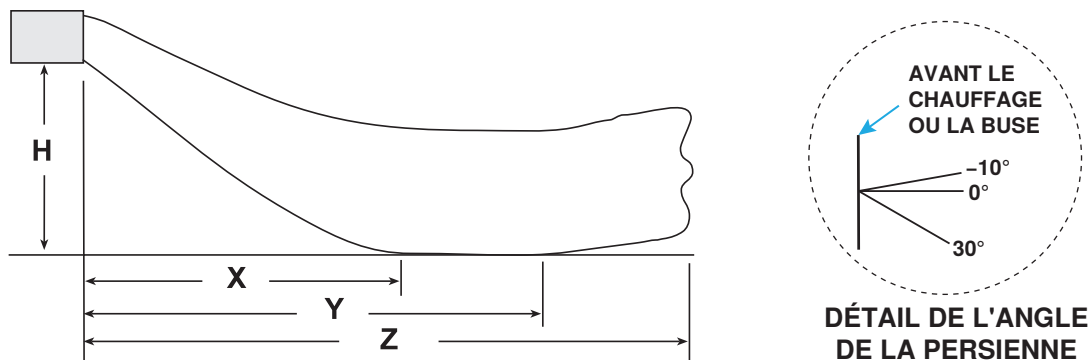

Figure 1. Projection de l'appareil de chauffage (reportez-vous au **Tableau 5**, **Tableau 6** et **Tableau 7**)
La **Figure 1** montre les modèles de projection et les **Tableau 5**, **Tableau 6** et **Tableau 7** répertorient les distances de projection pour les appareils de chauffage suspendus à différentes hauteurs de montage. La projection de l'appareil de chauffage change avec l'ajout de persiennes verticales en option.
*Voir Figure 1.
*Voir **Figure 1**.